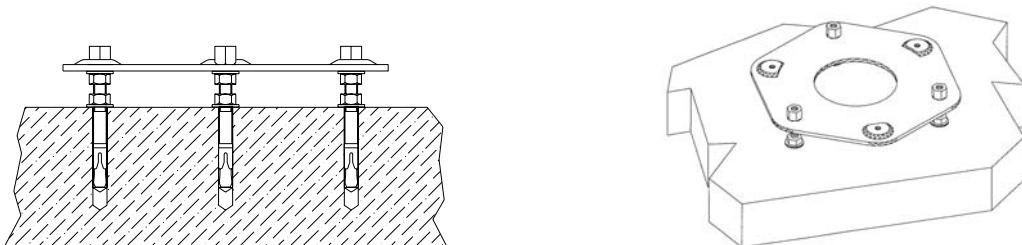

Abb.6
- Die Platte mit den drei hohen Sechskantmuttern befestigen (Abb.6);